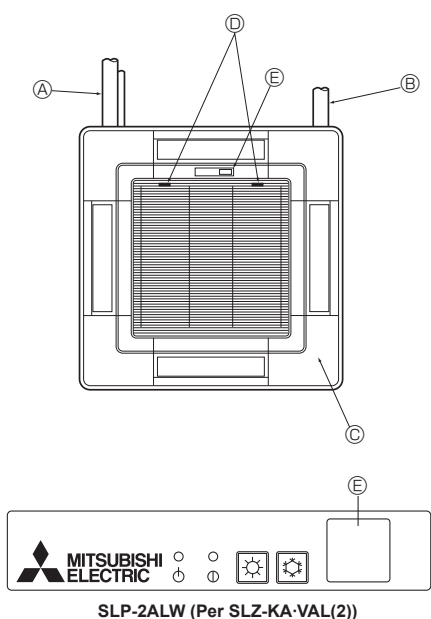

Fig. 8-11
8.5. Installazione della griglia di ingresso (Fig. 8-11)